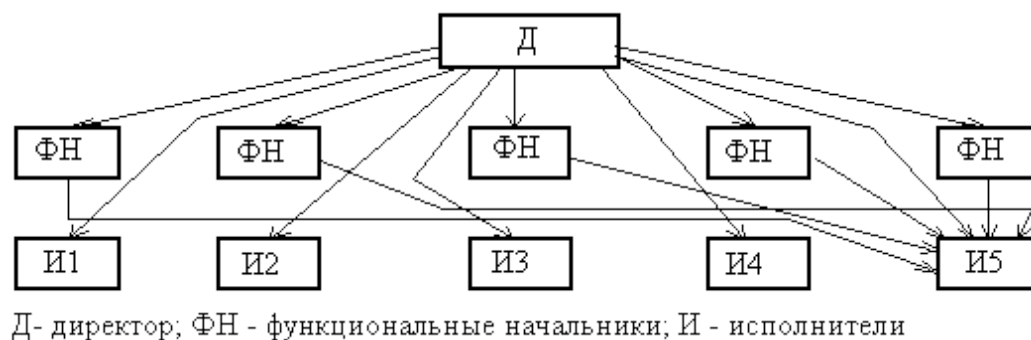

Рисунок 13- Функциональная структура управления
*Функциональная* организационная структура - связь административного управления с функциональным управлением (рисунок 13).
Здесь общее руководство осуществляется руководителем соответствующего подразделения (линейным руководителем) через руководителей функциональных органов. Каждый функциональный орган руководит и несет полную ответственность за отдельные стороны работы предприятия. При такой структуре управления исполнитель подчинен не одному начальнику (мастеру), а нескольким, специализированным по функциям управления, при этом каждый имеет право давать распоряжения, обязательные к выполнению (рисунок 13).